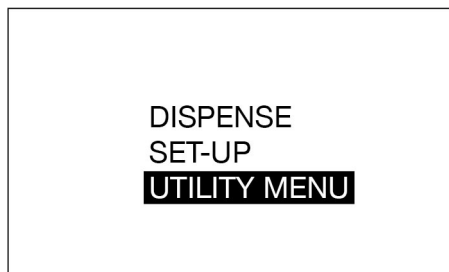

FIG. 19
2. Seleccione la opción UTILITY MENU (FIG. 19).